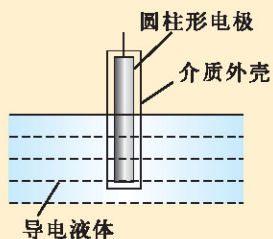
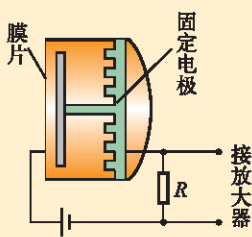

图 3-1-5 电容式液位计
图 3-1-6 电容式话筒
3. 图 3-1-5 是电容式液位计的原理图。把一个圆柱形的金属电极用绝缘材料包裹起来作为探头，插入导电液体表面，导电的液体构成另一电极，用这样的装置，就能测量液面的高低。图 3-1-6 是电容式话筒的原理图，膜片与固定电极构成一个电容器，用直流电源充电，当声波使膜片振动时，电容发生变化，电路中就可以形成变化的电流，于是电阻  $R$  两端就输出了与声音变化规律相同的电压。试分析这两个敏感元件的工作原理，它们改变电容的方式有何区别？